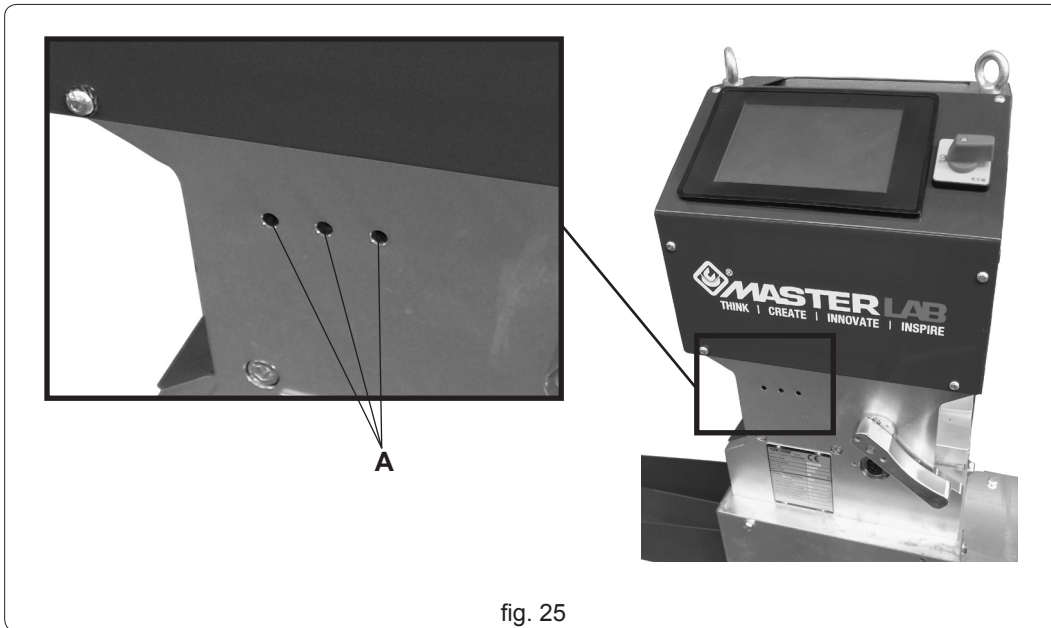

fig. 25
- utilizzando una bomboletta, spruzzare una piccola quantità di olio lubrificante nei fori (fig. 25 rif. A) per lubrificare i punzoni;